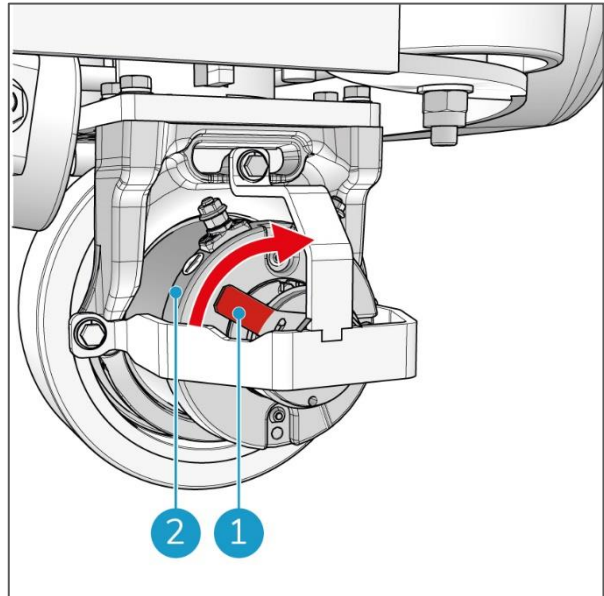

Figura 8
Il freno elettromagnetico (Figura 8, pos 2) è integrato nella ruota anteriore. Mantiene i- drive® in modalità freno quando i-drive è in modalità "OFF" o in modalità "ON", ma rimane fermo (quando il piede non è sul pedale dell'acceleratore).
Se è necessario spostare i-drive, spingere la leva rossa (Figura 8, pos 1) in avanti per sbloccare il freno. Consultare anche la sezione 4.4.